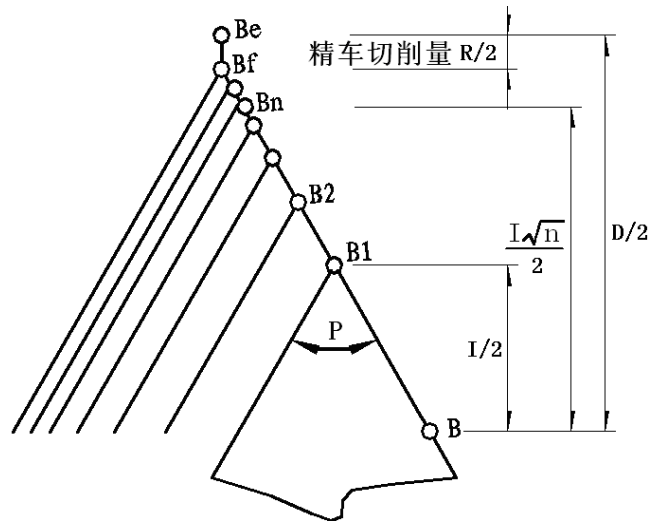

图 4-16-18
切入方法的详细情况见图 4-16-18:
- 1) 用 G76 螺纹循环切削指令组，可以通过多次螺纹粗车、螺纹精车完成规定牙高（总切深）的螺纹加工，如果指令①定义的螺纹角度不为 0°，螺纹粗车的切入点由螺纹牙顶逐步移至螺纹牙底，使得相邻两牙螺纹的夹角为规定的螺纹角度。
- 4) 如果 G76 指令①定义的螺纹角度不为 0°时，G76 指令②与 G92 不一样的是：G76 指令②的每一次螺纹循环从起点到切入点过程中，X 轴和 Z 轴先同时移动，螺纹轴到达切入点，然后非螺纹轴单轴移动到切入点；其它切削轨迹与 G92 一样，具体见图 4-16-18。